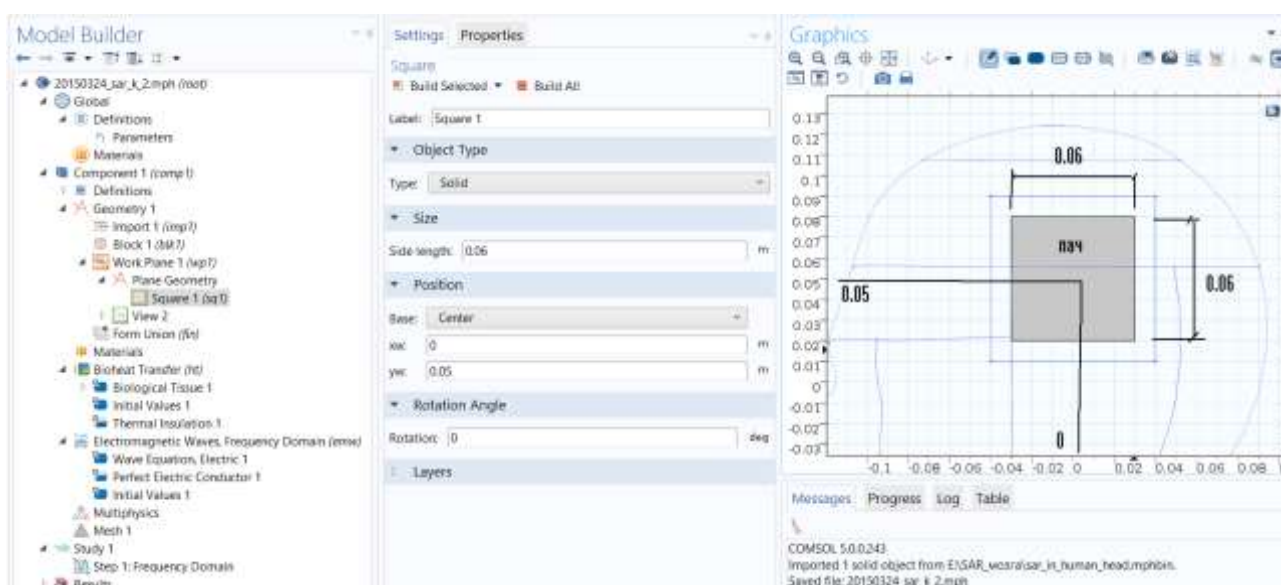

Рис. 11.8. Черчение формы пач-антенны
6. Кликните на кнопку **Build Selected** (рис. 11.8).